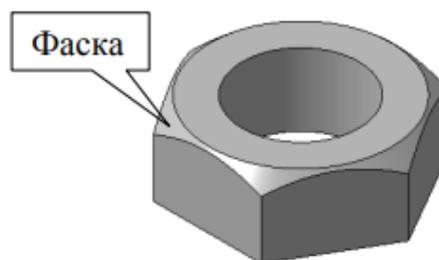

Рис. 4
17. При помощи какой операции, расположенной на Панели инструментов Редактирование детали, в системе КОМПАС-3D можно построить сплошную (замкнутую по кольцевой траектории) фаску на прямолинейных ребрах торцевой поверхности шестигранной гайки (см. рис. 4)?